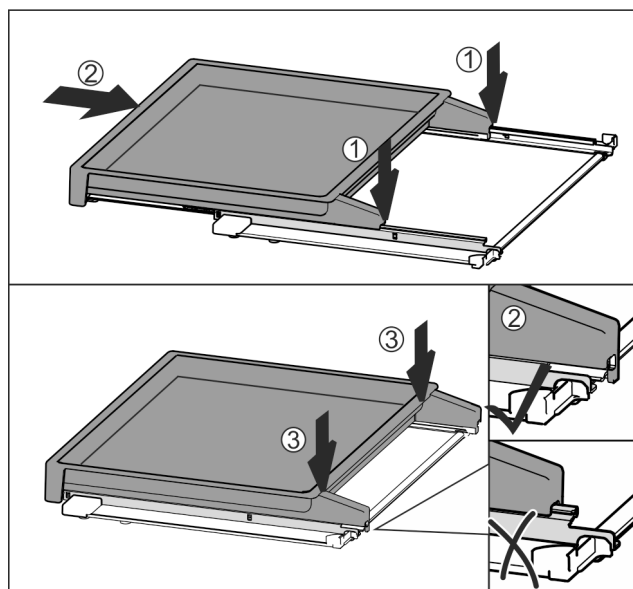

Fig. 115
- Colóquelo centrado sobre los rieles Fig. 115 (1).
- Introduzca por completo el estante extraíble Fig. 115 (2).
- Presione en el lado trasero hasta que encaje de forma perceptible Fig. 115 (3).